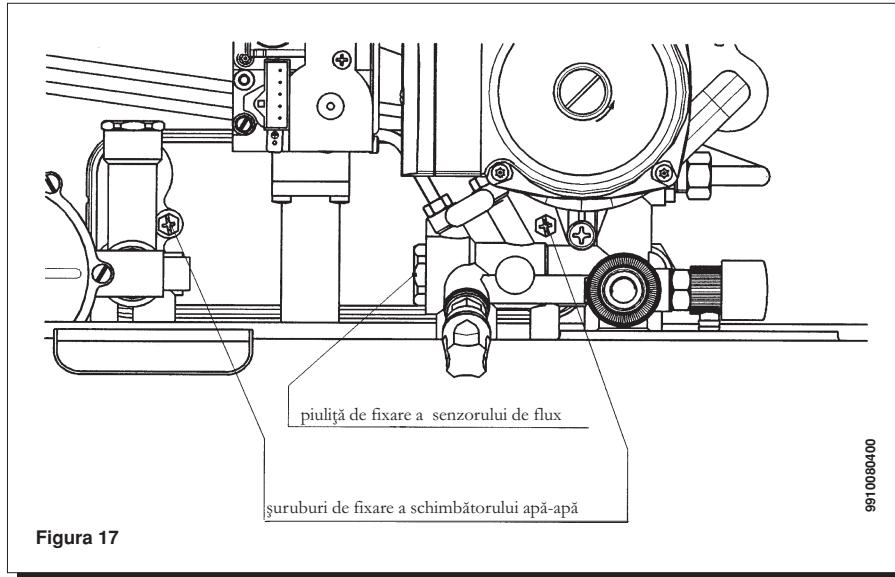

Figura 17
- scoateți cele două șuruburi de fixare a schimbătorului apă-apă, vizibile din partea frontală și scoateți-l din suportul special practicat (figura 17).
- deșurubați piuliță localizată pe senzorul de flux (figura 17).